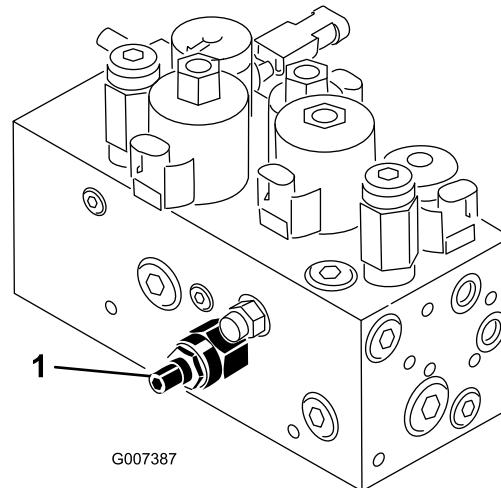

Bild 49
Der Hub-/absenkungskreis der Mähwerke ist mit einem Stromventil ausgerüstet (Bild 49). Dieses Ventil wird im Werk eingestellt. Zum Ausgleichen unterschiedlicher Hydrauliköltemperaturen, Mähgeschwindigkeiten und Anbaugeräte usw. müssen Sie dieses Ventil jedoch u. U. einstellen. Gehen Sie dabei folgendermaßen vor:
1. Klappen Sie den Sitz hoch und finden Sie das Hauptregulierventil für das mittlere Zuggestell (Bild 49), das sich neben dem Hydraulikverteiler befindet.